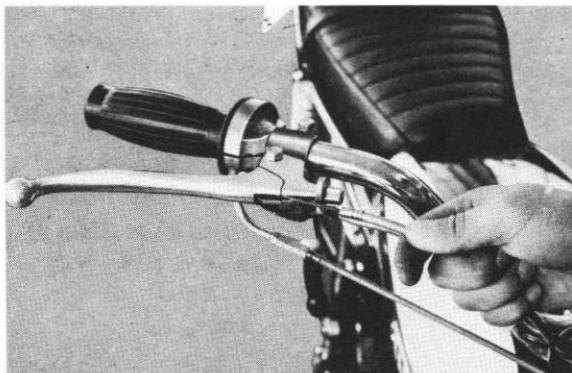

Fig. 5-1-2
- 1) Disconnect the brake cable at the handle lever. (Fig. 5-1-2)
- 1) Décrochez le câble de frein du levier. (Fig. 5-1-2)
- 1) Bremskabel vom Bremshebel trennen. (Abb. 5-1-2)